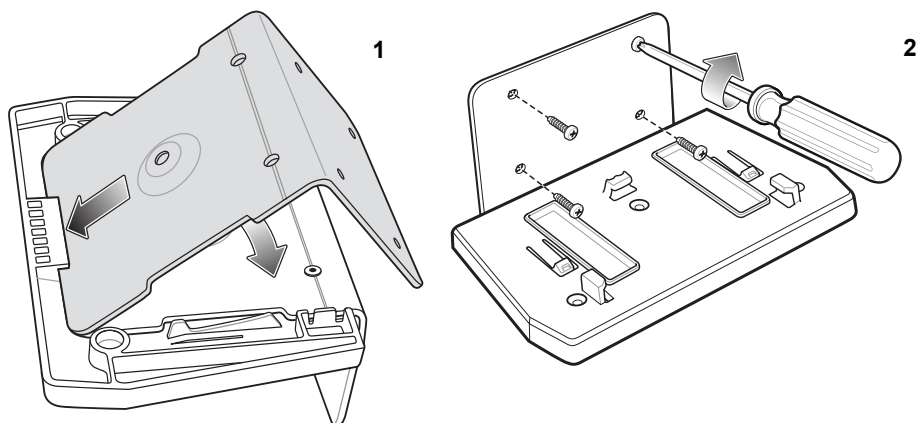

Рис. 1-11 Схема крепления на стене — крепление кронштейна
4. Рис. 1-11 – 1. Поместите задний металлический кронштейн под пластиковый выступ на корпусе и установите его таким образом, чтобы отверстия для винтов на корпусе и кронштейне совпали.
6. Рис. 1-11 – 2. Вставьте четыре винта (входят в комплект поставки) в отверстия и закрепите кронштейн на монтажной поверхности.